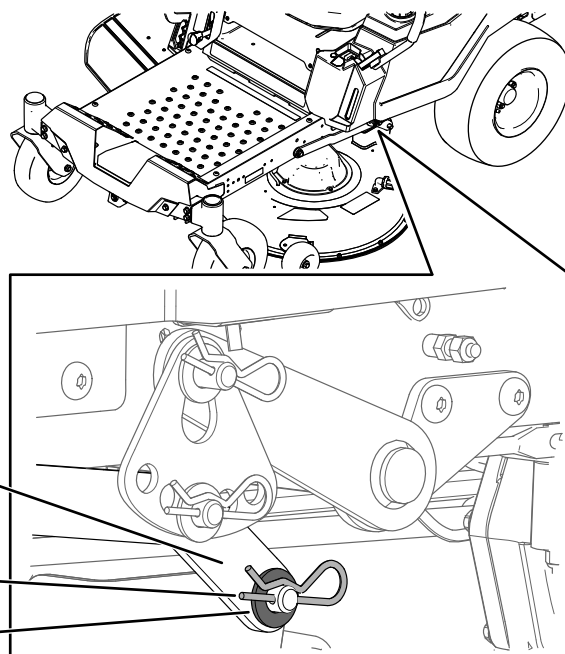

Figure 74
- D'un côté de la machine, retirez la rondelle et la goupille fendue de l'axe du plateau (Figure 74).
- Déposez le bras de levage de l'axe du plateau (Figure 74).
- D'un côté de la machine, soulevez l'arrière du plateau de coupe et installez le bras de levage sur l'axe du plateau (Figure 74).
6. Installez le bras de levage avec la rondelle et la goupille fendue (Figure 74).